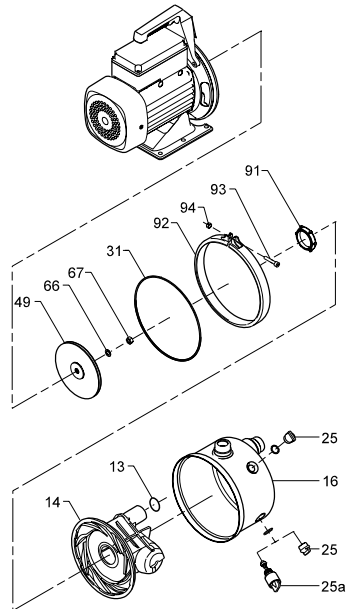

Рис. 5 Детализовка насоса
При заказе запасных узлов и деталей просьба указывать номер позиции по рис. 5 и данные, приведённые в фирменной табличке на насосе.
**Насос, изображённый на рис. 5, может отличаться от действительного варианта насоса.**